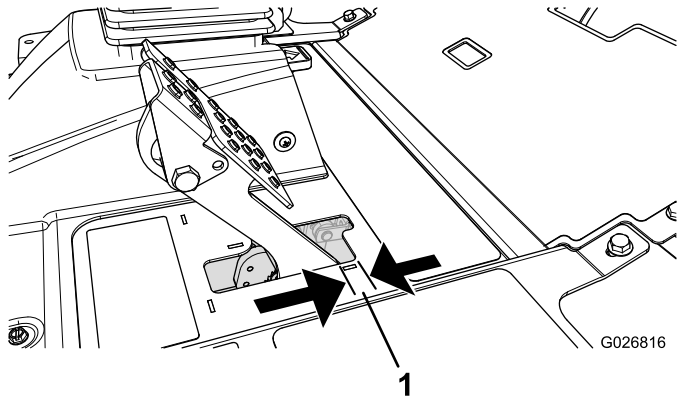

Bild 96
Stellen Sie die Bremsen ein, wenn das Bremspedal mehr als 2,5 cm Spiel hat, oder wenn die Bremsen nicht mehr gut genug greifen (Bild 96). Als Spiel gilt der Abstand, den das Bremspedal zurücklegt, bevor ein Bremswiderstand spürbar ist.
2. Ziehen Sie die hintere Mutter an, um den Zug nach hinten zu bewegen, bis das Bremspedal ein Spiel zwischen 0,63 mm bis 1,27 cm aufweist, bevor die Radsperre auftritt (Bild 96).